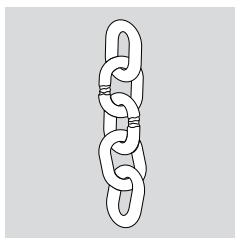

Fig. 13.1: Deformaciones
- Deformaciones en los elementos de sujeción, elementos de cadena u otros elementos de eslingado (fig. 13.1)